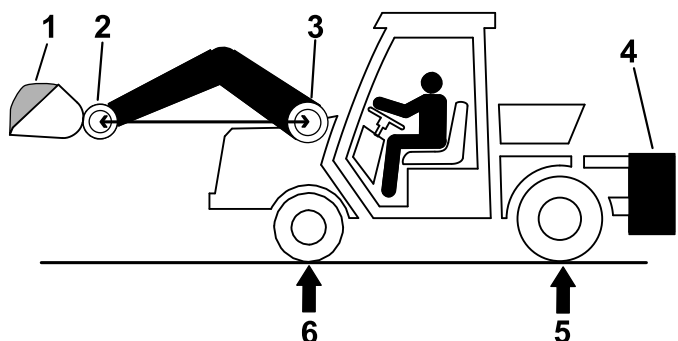

Figure 32
1. Chargez le godet au maximum, puis levez le godet à la position avant maximale, comme montré à la **Figure 32**.
2. Dans un poste de pesage, mesurez le poids brut du véhicule (PTAC) au niveau des essieux avant et arrière, en levant la chargeuse de sorte que l'axe de pivot du godet soit à la même hauteur que l'axe de pivot du bras (**Figure 32**).
Remarque: Si R est **inférieur** au poids sur l'essieu arrière requis (RRAW), aucun lest n'est nécessaire (Figure 32).